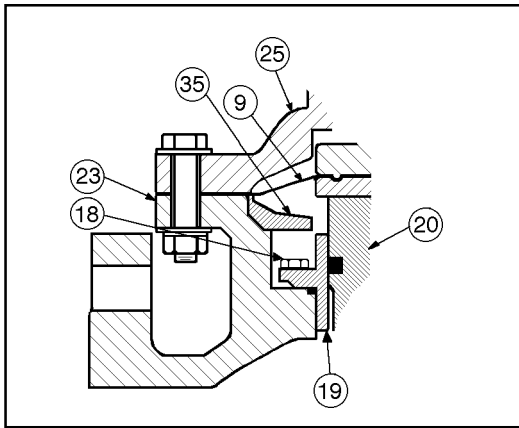

Abbildung 7: Opt-81 — Elastomermembran­konstruktion, 2" (DN50) und kleiner
1. Eine Konstruktion mit gelagerter Membran (9) wird mit 'Opt-81 Hoher Einlassdruck' bezeichnet. Sowohl die Aufwärts- als auch Abwärtsrichtungen sind gegen Druckumkehrung geschützt; d.h. Druck auf einer Seite der Membran (9) bei fehlendem Druck auf der anderen Membranseite (9).
2. Gehäusegrößen 2" (DN50) und kleiner; Elastomer- und Metallmembran. (Siehe Abbildung 7.):
- a. Das Gehäuse (23) ist speziell mit einem Ansatz ausgeführt, um den unteren Membrantragring (35) aufzunehmen.
- b. Die Domhaube (25) ist speziell bearbeitet, um eine Oberfläche für die Halterung der oberen Membran (9) zu bieten. Der untere Membrantragring (35)